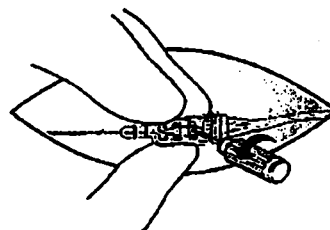

Figura 17. Afloje los tornillos de fijación.
6. Utilizando la llave dinamométrica, afloje los cuatro tornillos de fijación girando la llave en sentido contrario al de las agujas del reloj (aproximadamente una vuelta) (Figura 17).